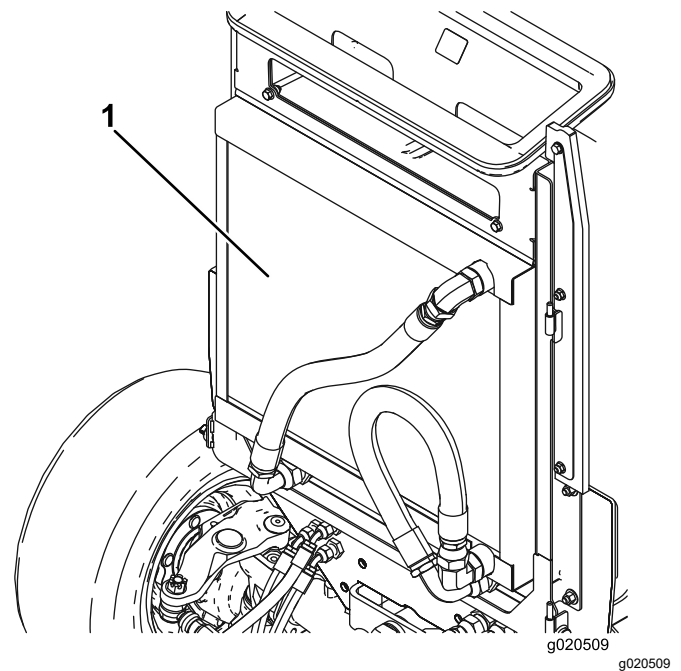

図 64
3. オイルクーラとラジエターの裏表を圧縮空気で丁寧に清掃する 図 64。